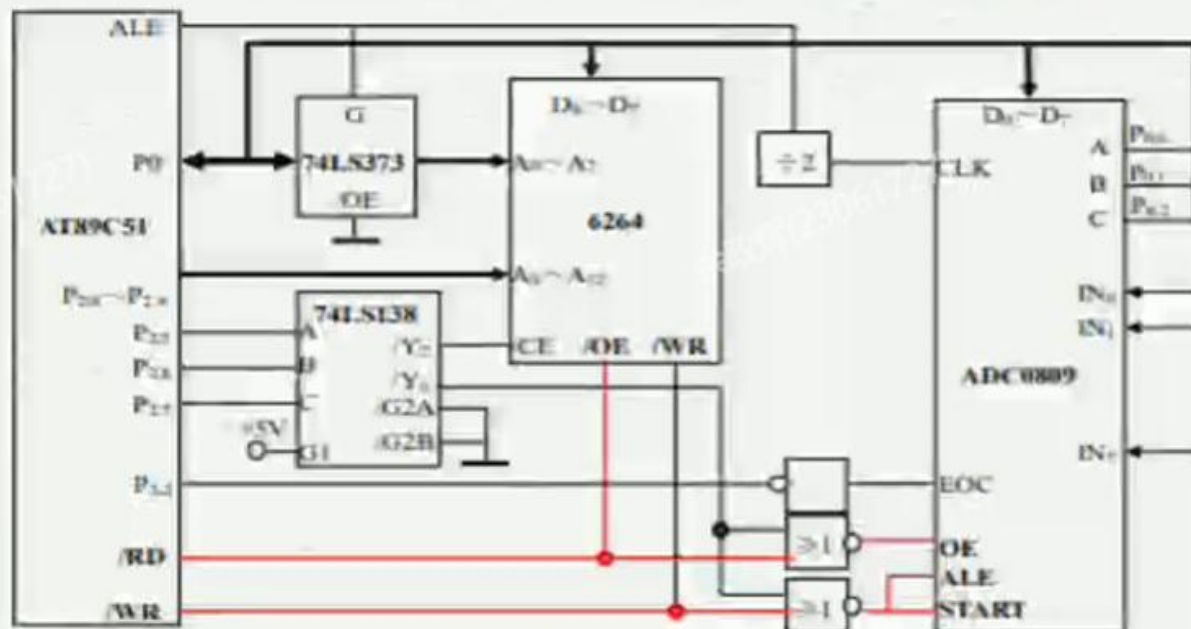

图 1 (图中的方形符号分别是非门和或非门)
2. 将图 1 中 ADC0809 和数据存储器 6264 与 MCU 尚未连接好的引脚连接好, 并根据电路接线图, 指出各芯片的地址及其范围 (要求对于 6264: 未用地址均用 '0' 表示; 对 ADC0809: 高 8 位未用地址用 '1' 表示, 低 8 位未用地址用 '0' 表示)。